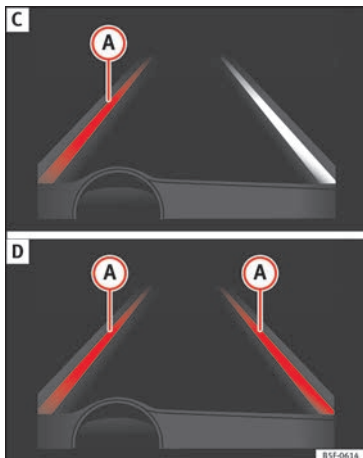

Abb. 204 Im Display des Kombiinstruments: Anzeige im Display des Spurhalteassistenten (Beispiel 2).
- System arbeitet; die hervorgehobene Linie (A) zeigt an, dass die Gefahr einer unabsichtlichen Überschreitung der Begrenzungslinie bestand. Das System korrigiert über die Lenkung die Fahrtrichtung » **Abb. 204 C**.
- Die beiden hervorgehobenen Linien (A) leuchten gleichzeitig auf, wenn beide Begrenzungslinien erkannt sind und die Funktion adaptive Spurführung » **Abb. 204 D** eingeschaltet ist.